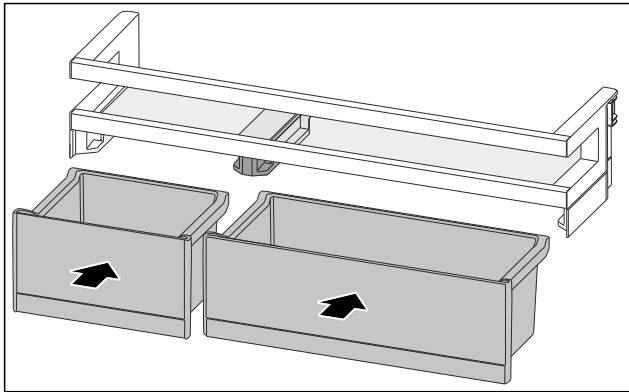

Fig. 158
- ▶ VarioBoxen in getauschter Anordnung einsetzen. (siehe Fig. 158)